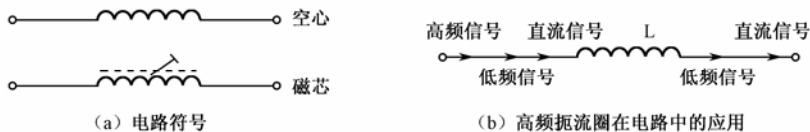

图 3-18 高频扼流圈
**高频扼流圈又称高频阻流圈，它是一种电感量很小的电感器，常用在高频电路中，其电路符号如图 3-18 (a) 所示。**
**高频扼流圈在电路中的作用是“阻高频，通低频”。**如图 3-18 (b) 所示，当高频扼流圈输入高、低频信号和直流信号时，高频信号不能通过，只有低频和直流信号能通过。